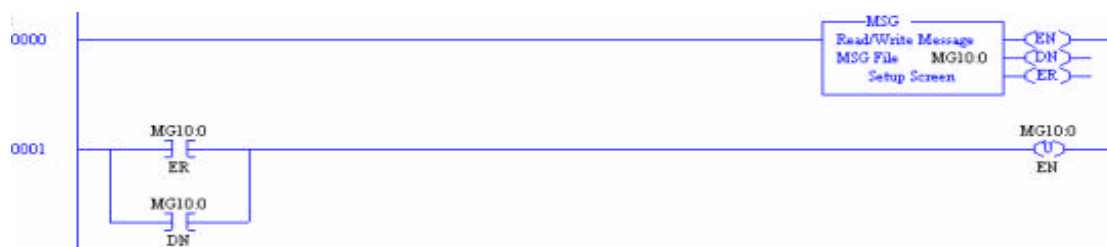

图 3-138 读取变频器逻辑状态程序
(12) 编写读取变频器逻辑状态程序，如图 3-138 所示：